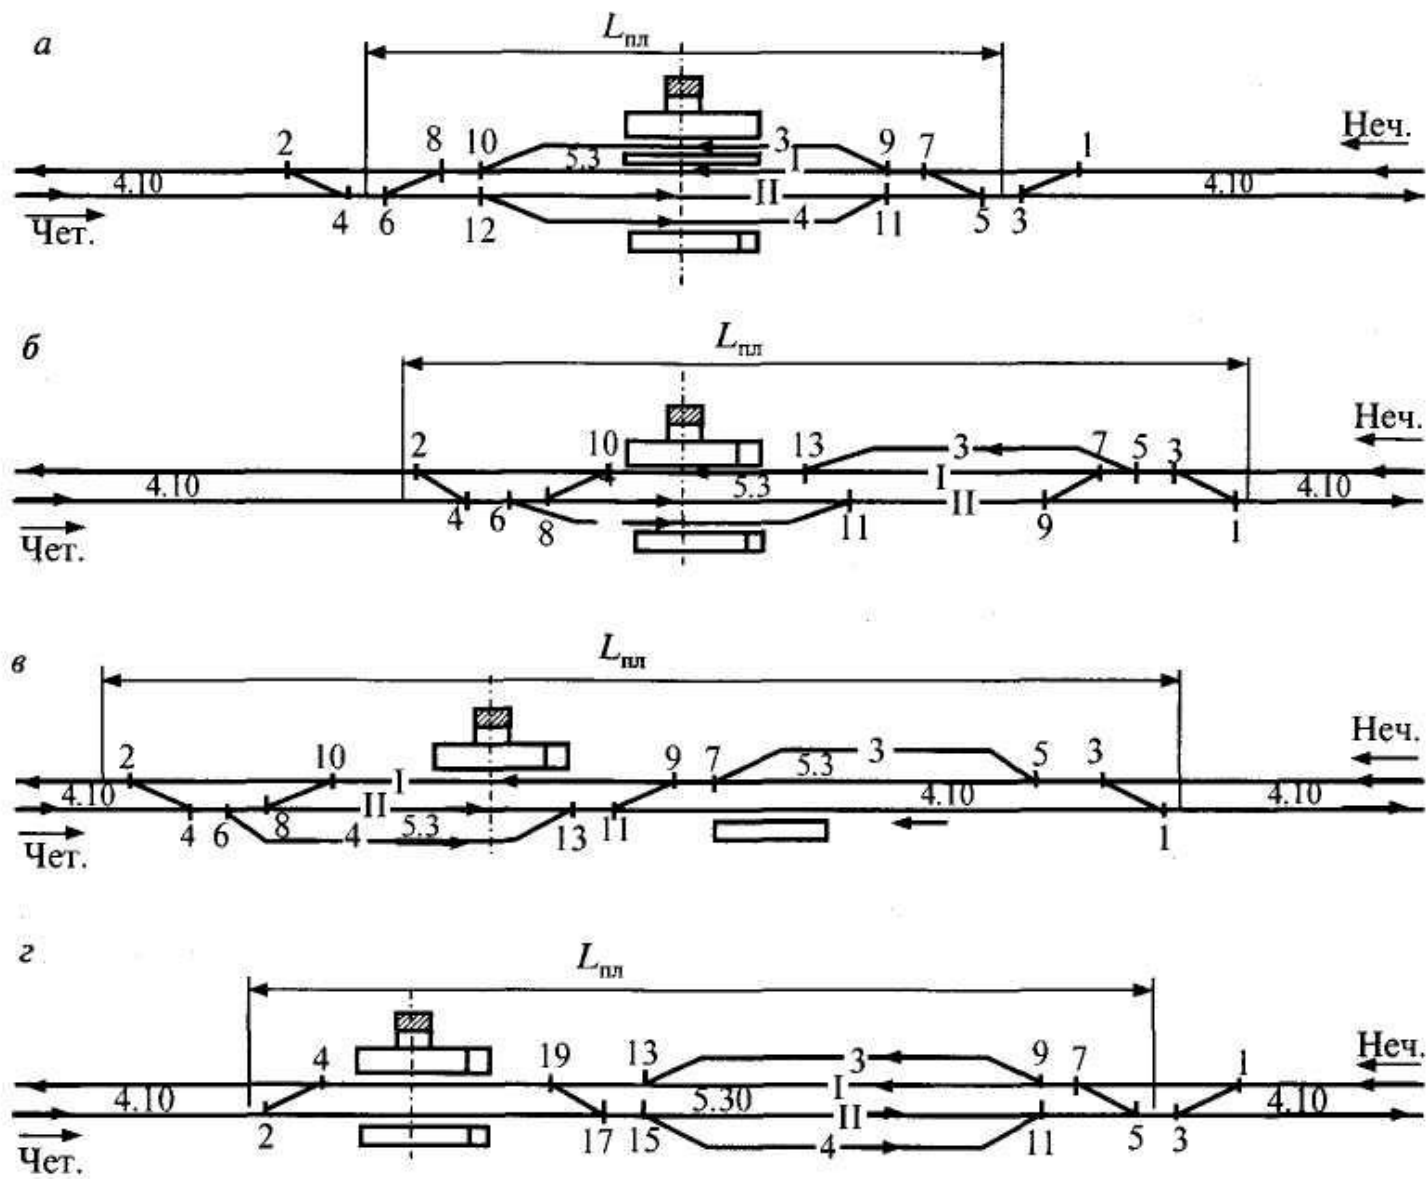

Рис. 3.3. Схемы обгонных пунктов
- Применяется четыре основные схемы обгонных пунктов (рис. 3.3) поперечного продольного и полупродольного типов. Схема поперечного типа наиболее распространена (рис. 3.3, а). Ее достоинство — короткая площадка, а недостаток — неудобство для пассажиров: при приеме поезда на 4 путь им приходится переходить через 4, II и I пути.
- Схема обгонного пункта полупродольного типа (рис. 3.3, б) более удобна для пассажиров, поэтому ее применяют на участках со значительным количеством местных пассажирских поездов, например пригородных. При этой схеме лучше условия трогания поездов с места.